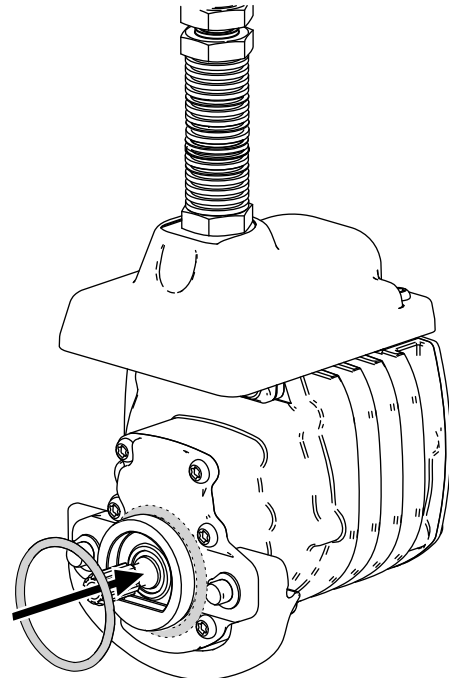

Figure 11
3. Placez un joint torique sur chaque moteur de cylindre, comme montré à la Figure 11.